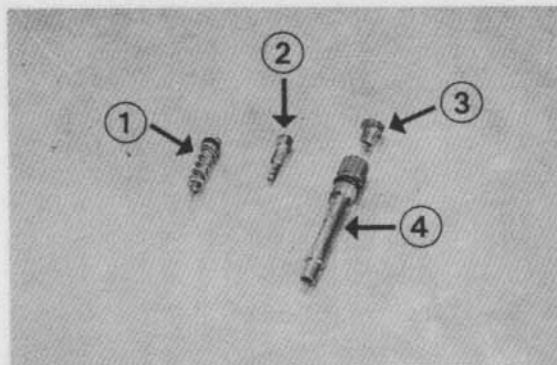

Bild 69 ►
- Düsennadel mit Halteblech am Boden des Unterdruckkolbens befestigen (Bild 69). Unterdruckkolben einsetzen, dabei darauf achten, dass Membran sauber in Nut des Vergasergehäuses sitzt. Deckel mit Feder montieren.